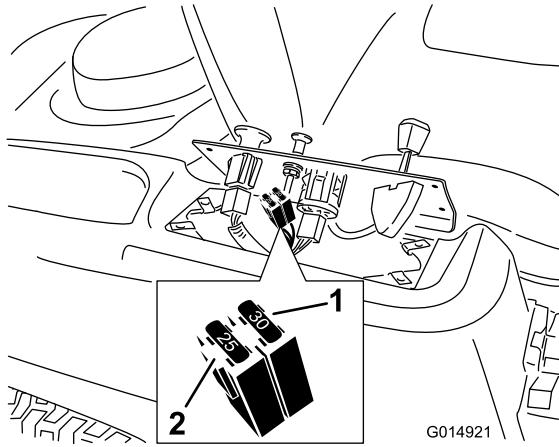

Figura 46
2. Levante o painel de controlo para ter acesso à cablagem principal e ao bloco de fusíveis (Figura 46).
3. Para substituir fusíveis, puxe o fusível para o retirar (Figura 46).